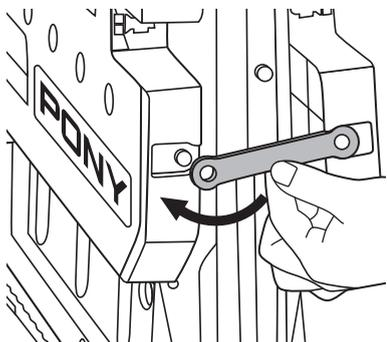

Рисунок 16
3. Закрепите стол с обеих сторон с помощью фиксаторов положения. (Рисунок 16)